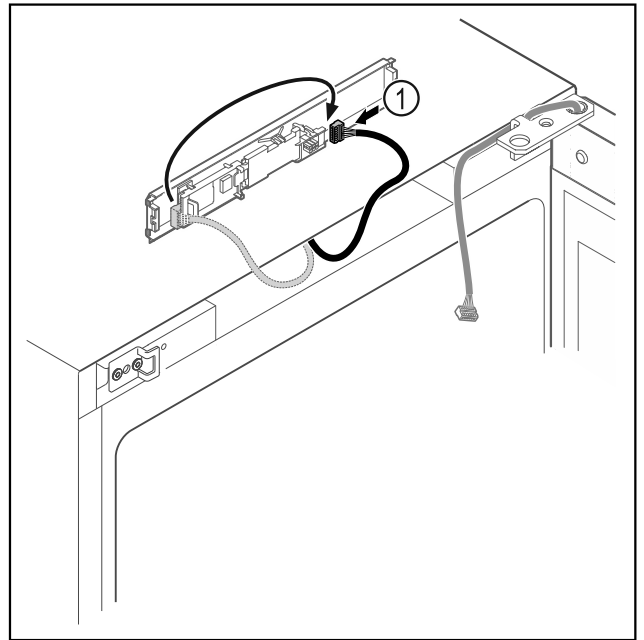

Fig. 21
- ▶ Dugja át a dugót Fig. 21 (1) a NYÁK-ba.